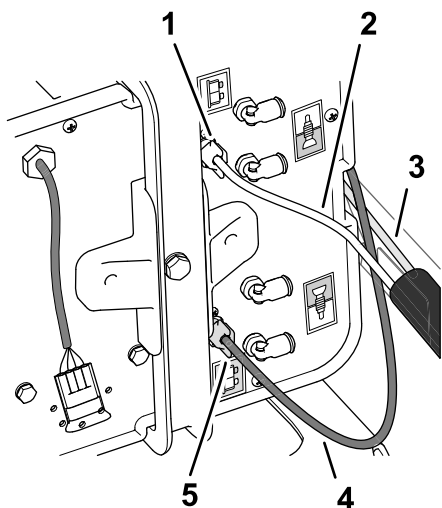

Figura 5
3. Ghidai capătul liber al tubului transparent de 92 cm de la fittingul capacului la fittingul de pe partea laterală a compresorului cu piulia albă de compresie (Figura 4 i Figura 5).
4. Îndepărtați piulia albă de compresie (Figura 5) i montați-o pe tubul transparent de 92 cm.
5. Montați tubul transparent i piulia albă de compresie pe fittingul de pe partea laterală a compresorului i strângeți manual piulia albă de compresie (Figura 5).
6. Îndepărtați piulia de compresie albastră de pe fittingul din partea laterală a compresorului (Figura 5).
7. Montați piulia de compresie albastră pe tubul albastru (Figura 5) din tuburile de densitate a spumei de 4,9 m.
8. Montați tubul albastru i piulia de compresie albastră pe fittingul din partea laterală a compresorului i strângeți manual piulia de compresie albastră (Figura 5).